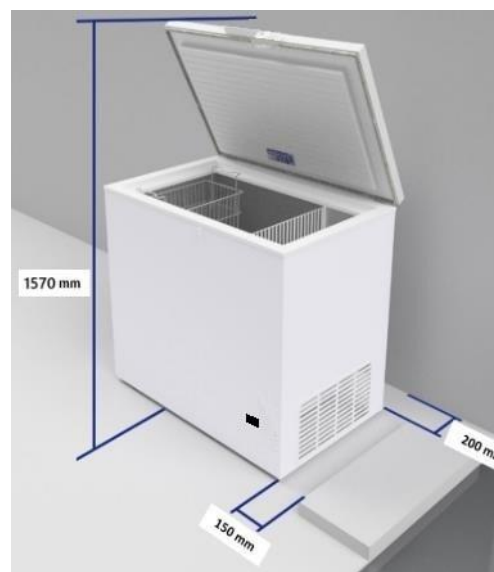

Fig. 4 - Distâncias mínimas de instalação.
- Não efetue alterações técnicas no equipamento. Existe perigo de ferimentos ou de choque elétrico! Verifique se a tensão de alimentação e a respetiva frequência corresponde à indicada na placa de características do equipamento localizada na parte traseira do equipamento (Fig.4).
- O equipamento deve ser colocado em zonas bem ventiladas, tendo sempre pelo menos 150mm de distância entre as costas do equipamento e a parede, para permitir a ventilação necessária (Fig. 4).
- Assegure-se de que haja livre circulação do ar em volta do equipamento, observando as distâncias mínimas ilustradas na Fig. 4.